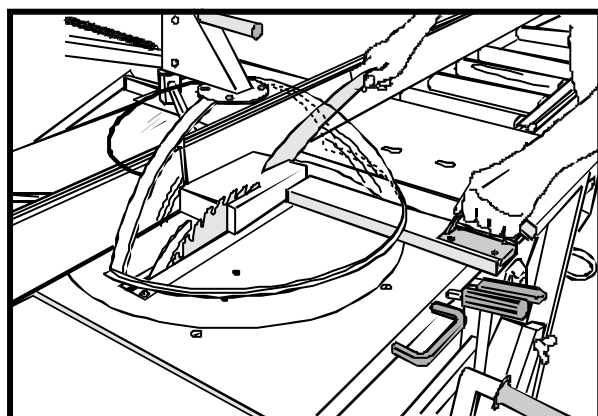

Bild 18
- Använd påskjutare när det återstår 120 mm att klyva och när avståndet mellan sågklingan och anhåll är mindre än 120 mm. se bild 18.
- För materialet längs anhållet. se bild 21. Använd påskjutare när det återstår 120 mm att fräsa och när avståndet mellan sågklingan och anhåll är mindre än 120 mm. Se *bild 18* på sidan 15.